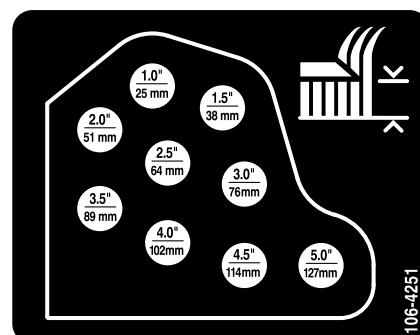

Figura 18
- Monte as correntes da altura de corte no orifício da altura de corte desejada (Figura 18) com o contrapino e pino de segurança.